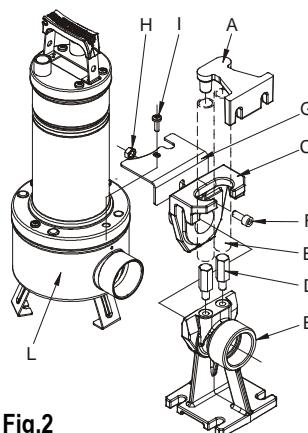

Fig.2
- 4.6 Anslut utloppsröret/-slangen direkt till pumpmunstycket. Om pumpen används i en fast installation bör den anslutas till röret med hjälp av en koppling för att underlättar demontering och ominstallation. Vid användning av slang ska en gängad slangkoppling installeras på pumpmunstycket. Täta gängningen med lämpligt material (teflonband eller liknande) för att garantera en effektiv tätnings. Vid fast installation rekommenderas användning av lyftanordningen DSD2 (tillval - **Fig. 2**) för att underlättar underhållsarbetet på elpumpen. Genom att placera lyftanordningen mellan elpumpens utloppsmunstycke och röret behöver utloppsröret inte demonteras vid underhållsarbetet. DSD2-anordningen består av fem delar samt ytterligare en som inte medföljer (3/4" rör):
Ta bort den övre skruven från flänsen på trycksidan (I). Montera rotationsspärrbygeln (G). Sätt tillbaka skruven (I). Dra ut滑iden från anslutningsfoten och anslut滑iden till pumpens utloppsmunstycke. Fäst滑iden vid pumpen med skruven F och muttern H enligt figuren. Sätt tillbaka silden och pumpen på foten (Fig.2).